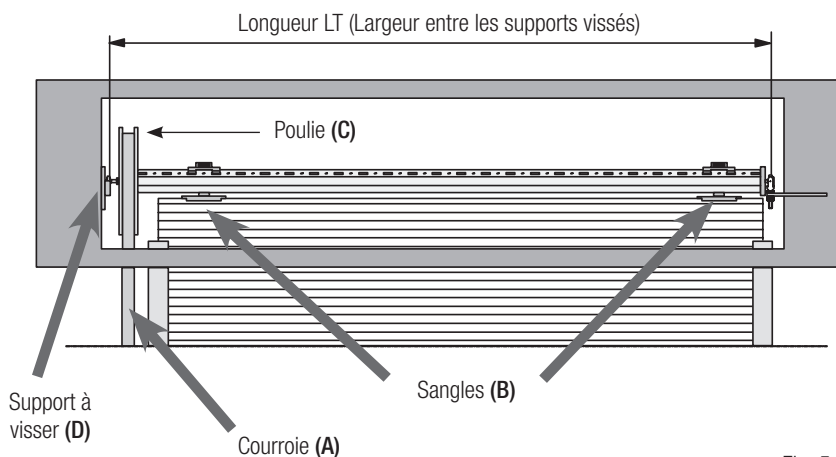

Fig. 5
2. Dégager la courroie (fig. 5 réf. A) de la poulie (fig. 5 réf. C) et décrocher les sangles (fig. 5 réf. B) du rouleau existant.